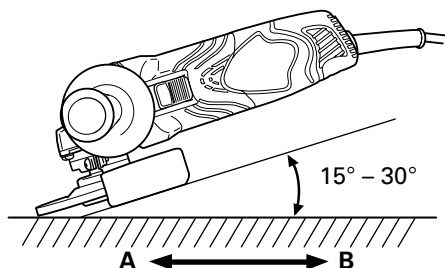

Fig. 4
- Utiliser un angle de meulage correct. Meuler seulement avec le rebord de la meule en soulevant la meuleuse à disque de 15° à 30°, comme montré sur la Fig. 4.
- Déplacer la meuleuse à disque dans la direction correcte. Lors de l'utilisation d'une nouvelle meule à dépression centrale dans la direction A (Fig. 4), le rebord de la meule risque de couper la pièce à usiner. Dans ce cas meuler dans la direction B (Fig. 4). Une fois que la meule est usée, la pièce à usiner peut être meulée dans les deux directions.